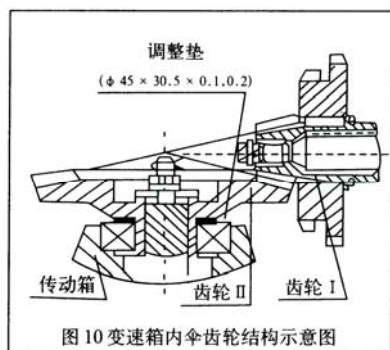
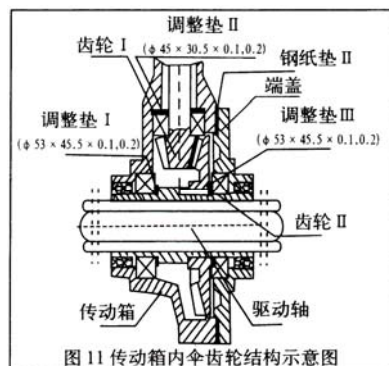

图 10 变速箱内伞齿轮结构示意图
图 11 传动箱内伞齿轮结构示意图
1、变速箱内伞齿轮副间隙调试。(见图 10)
① 当齿轮副侧隙 $\Delta < 0.15$ 时，即应在变速箱和传动箱之间增加纸垫来增大侧隙。
② 当齿轮副侧隙 $\Delta > 0.30$ 时，即应在轴承和齿轮 II 间垫上 $0.1 \sim 0.5$ 的钢垫片来减小侧隙，且保证齿轮 II 无轴向窜动间隙。
2、传动箱内伞齿轮副间隙调试如图 11)
① 当齿轮副侧隙 $\Delta < 0.15$ 即应增加调整垫 I 来增大侧隙。
② 当齿轮副侧隙 $\Delta > 0.3$ 时，即应减少调整垫 I，同时保证齿轮 II 轴向间隙 $0.05 \sim 0.15$ 或者增加调整垫 II，同时保证齿轮 I 轴向间隙 $0.05 \sim 0.15$ 。